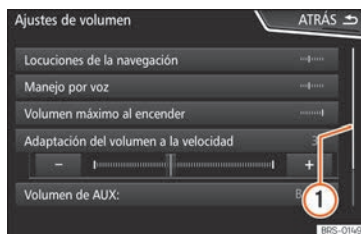

Fig. 146 Entradas de una lista de un menú de ajustes.
La barra de desplazamiento se muestra a la derecha y su tamaño depende de las entradas de la lista » **fig. 146 ①**.